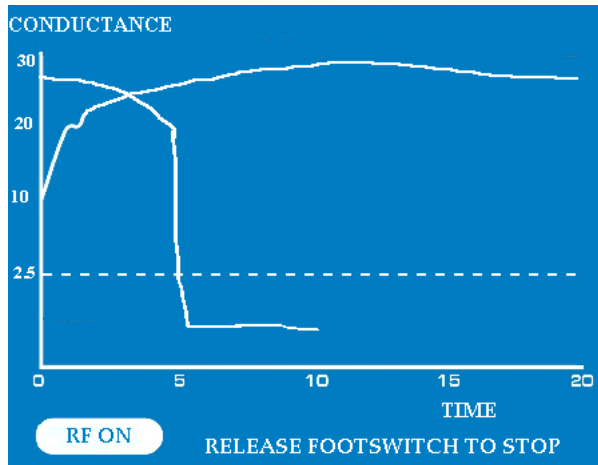

Figure 10 : Graphique d'affichage de la conductance enveloppée indiquant le mode RF ON pour les pinces Synergy
2. Appuyez et maintenez enfoncer la pédale de commande pour déclencher l'émission d'énergie RF. L'émission d'énergie RF s'interrompt en relâchant la pédale ou au bout de 40 secondes continues d'émission d'énergie. L'écran de l'ASU indiquera que le générateur est en mode RF ON (référez-vous à **Figure 10**). L'indicateur RF ON sur le panneau avant de l'ASU s'allume en bleu.
de conductance, le générateur déterminera à quel moment une condition de transmuralité a été atteinte. Si la condition de transmuralité n'est pas atteinte dans les 20 secondes indiquées sur le graphique d'affichage de la conductance tissulaire, le graphique passe à un deuxième écran et affiche la conductance pendant un maximum de 20 secondes supplémentaires (référez-vous à **Figure 10**).